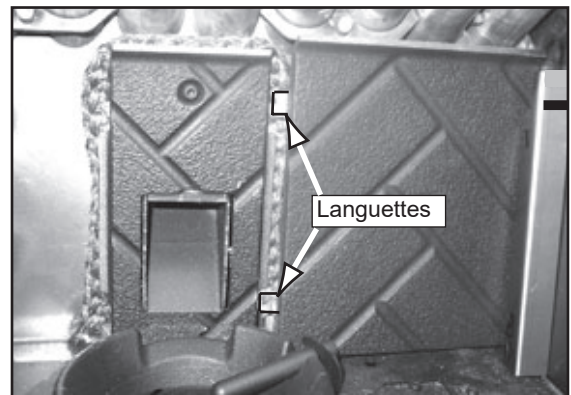

Figure 26.4
1. Placez la brique droite derrière le support droit, puis glissez-la vers la gauche pour que les languettes soient derrière la brique centrale. **Figure 26.4.**